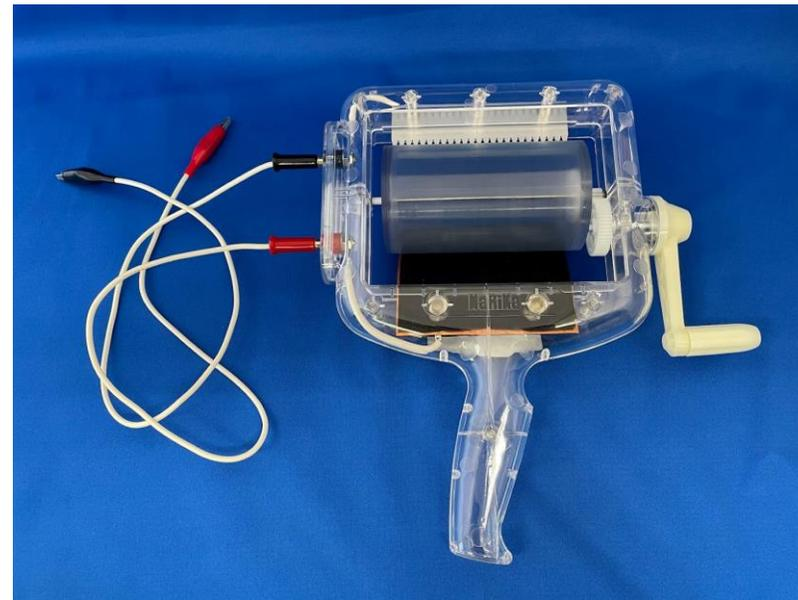

図22 静電高圧ゼネコン (NaRiKa)
①静電高圧ゼネコン (NaRiKa) の一端を加熱用の金属容器に、もう一端をコールドプレートのアルミ板につなぐ (図22, 23)。
②ハンドルをゆっくり半周ほど回し、高圧をかける。